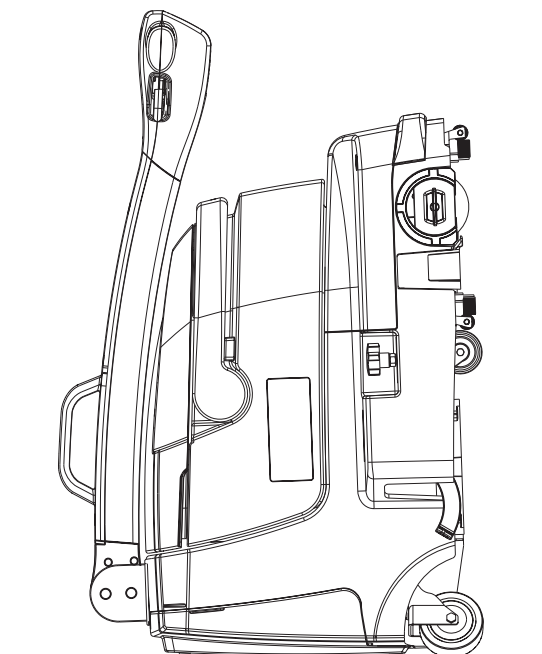

Figura 7
1. Pare a máquina desligando-a, em seguida, levante a escova e os limpadores com o pedal de estacionamento (10).
2. Esvazie o contentor dos reservatórios (13).
5. Estacione a máquina; para abaixar o guiador (1) pressione a alavanca (8).
6. A máquina deve ser reposta no modo estacionamento; pedal (10).
7. Em espaços restritos a máquina pode ser reposta apoiando-a na parte traseira, veja figura 7.